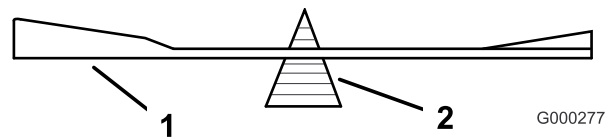
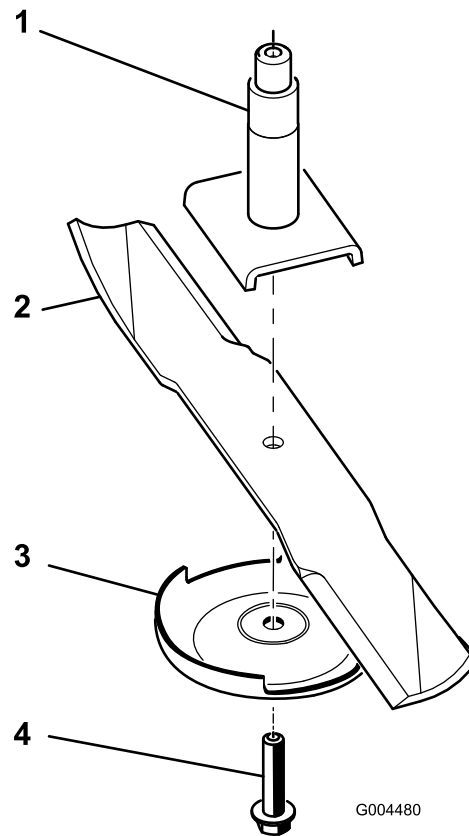

Figura 22
Figura 23
2. Retire del eje de la cuchilla el perno de la cuchilla, el protector de césped y la cuchilla (Figura 23).
2. Verifique el equilibrio de la cuchilla colocándola sobre un equilibrador de cuchillas (Figura 22). Si la cuchilla se mantiene horizontal, está equilibrada y puede utilizarse. Si la cuchilla no está equilibrada, rebaje algo el metal en la parte de la vela solamente (Figura 23). Repita este procedimiento hasta que la cuchilla esté equilibrada.
1. Instale la cuchilla en el eje (Figura 23).
2. Instale la placa protectora de césped y el perno de la cuchilla (Figura 23).